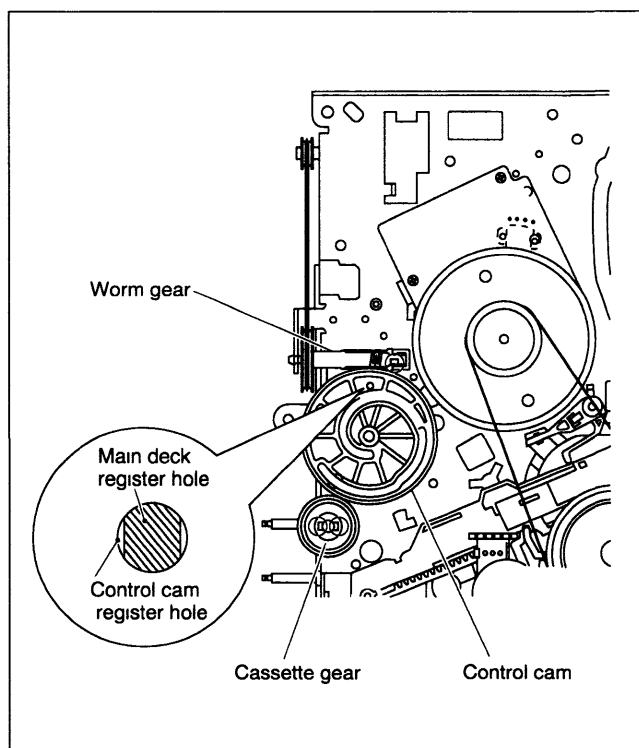

Fig. 2-3-4
- (1) Instale o Came de controle como indicado na Fig 2-3-4 certifique-se do alinhamento. Note que o furo do came de controle esteja alinhado e permita a passagem através do furo do chassis principal. Execute o ajuste fino girando a engrenagem com rosca sem fim (worm gear).
- (2) Instale a engrenagem de carregamento do cassete empurrando-a até que esta trave com um clique (Veja fig 2-3-4).